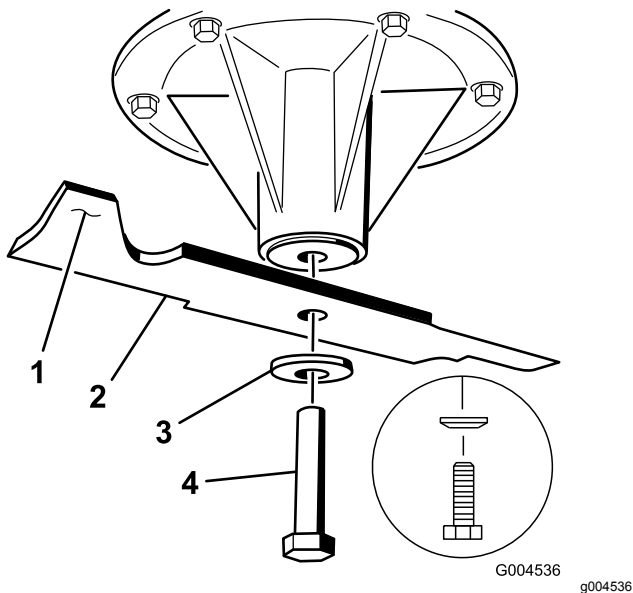

Figura 75
2. Retire del eje el perno de la cuchilla, la arandela curva y la cuchilla (Figura 75).
3. Si la cuchilla no está equilibrada, rebaje algo el metal en la parte de la vela solamente con una lima (Figura 75).